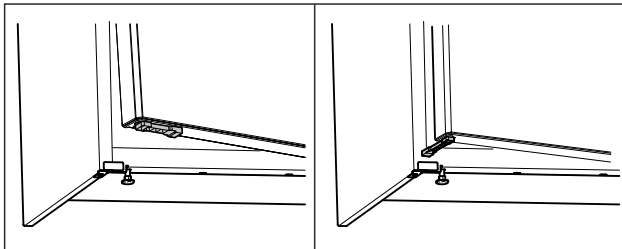

Fig. 70 *
- ▶ Поверніть обмежувач відкривання дверцят на 90°. (див. Fig. 70) *